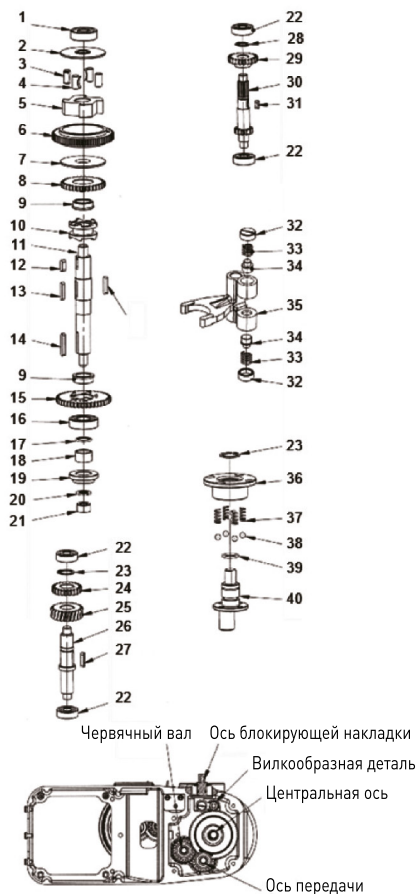

Рис. 2: Узел передачи
- Узел передачи (Рис. 2);
Список деталей устройства, указанных на Рис. 2